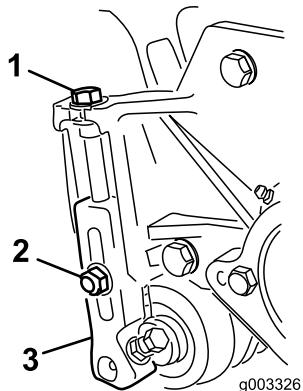

Bild 22
1. Lösen Sie die Sicherungsmuttern, mit denen die Schnitthöhenarme an den Seitenplatten des Mähwerks befestigt sind (Bild 22).